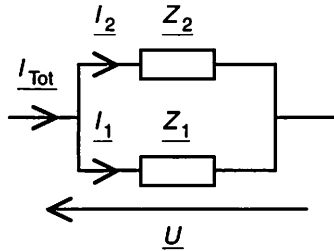

Figure 4.5 Mise en parallèle
• Association d'impédances en parallèle (Fig. 4.5)